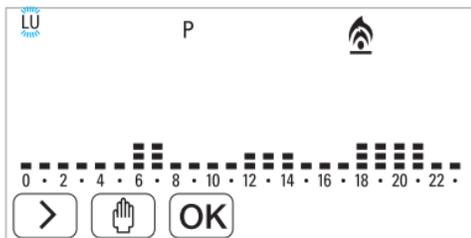

fig. 27
12.2 Premere il tasto touch > per posizionarsi sul simbolo P e premere il tasto touch OK per conferma. Il simbolo di LU lampeggia fig.27
15.3 Premere il tasto touch > per posizionarsi sul simbolo della P e premere OK per conferma. Il simbolo di LU lampeggia fig.27
Ripetere i punti da 15.1 a 15.3 Il simbolo di LU lampeggia. Abbiamo fig.27